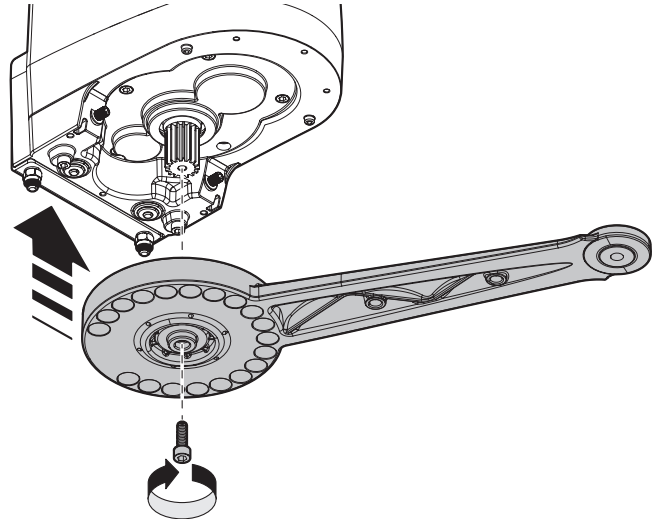

Fig.16
05. À ce stade, remontez le bras sur le moteur **fig. 16** ;